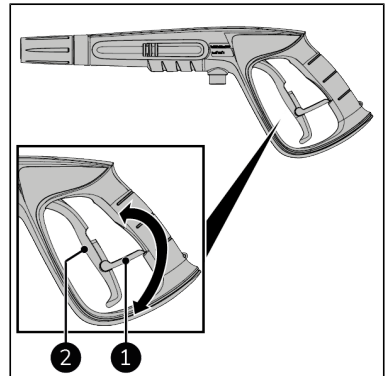

Abbildung 57.
1. Stellen Sie sicher, dass die Sicherheitsperre unter dem Auslöser verriegelt ist (Abbildung 57).
1. Falls zutreffend, lassen Sie den Auslöser los (Abbildung 57, Pos. 2).
2. Drehen Sie die Auslösersperre (Abbildung 57, Pos. 1).